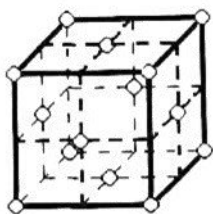

рис. 5
1.16. *Сколько атомов принадлежит представленной на рис. 5 элементарной ячейке?*